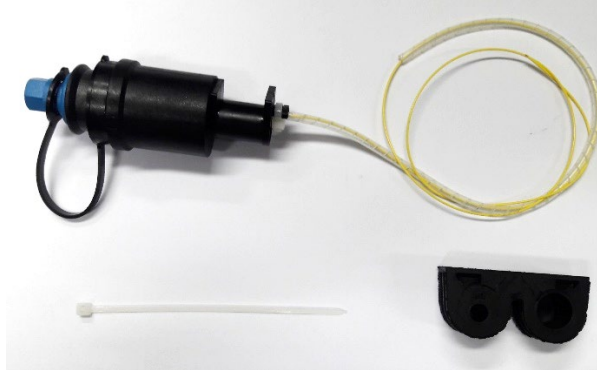

Figura 1
- 1.1 Esto procedimiento proporciona información general para instalar el kit de expansión OptiTap® para la UCAO MS (Figura 1).